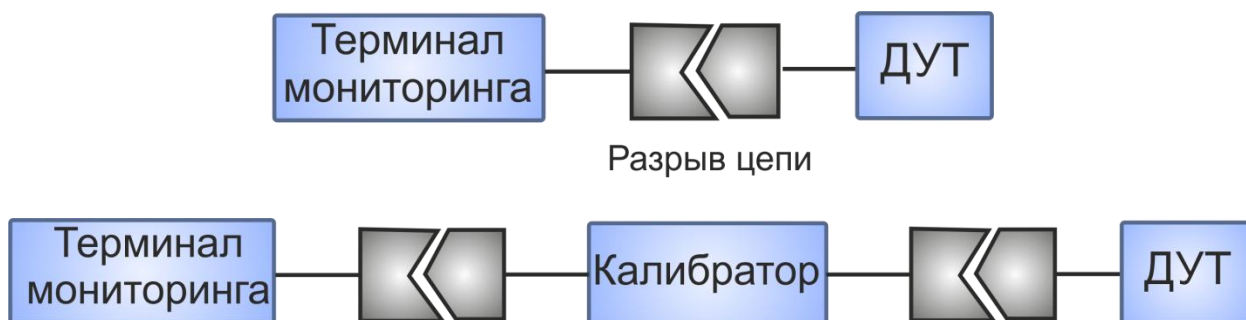

Рисунок 27 – Подключение калибратора в разрыв цепи «Терминал – ДУТ»
Калибратор выполнен в пластмассовом корпусе. Он содержит два разъёма для подключения его в разрыв цепи «Терминал – ДУТ» (рис. 27). Также имеется щуп, предназначенный для подключения к центральному электроду калибруемого датчика. На корпусе модуля калибровки расположены три светодиода разных цветов: красный – «не калиброван», жёлтый – «готов» и зелёный – «калиброван». Они сигнализируют о режиме работы калибратора.
3. Подключить ДУТ.Ч и калибратор согласно рис. 27. Подать питание на кабель, идущий от терминала. Должен загореться красный светодиод, если частота выходного сигнала ДУТ.Ч отличается от 500 Гц или зелёный, если частота равна 500 Гц (калибровка не требуется).